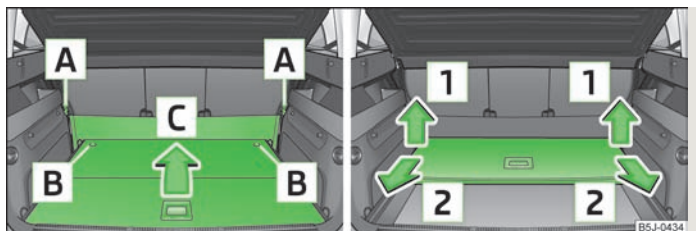

Fig. 48 Plegar/retirar el piso de carga variable
- Desenganchar los lazos [A] » fig. 48 de la pared separadora elástica de sus puntos de sujeción.
- Desbloquear el piso de carga variable girando las argollas de seguridad [B] » fig. 48 hacia la derecha, aprox. 180°.